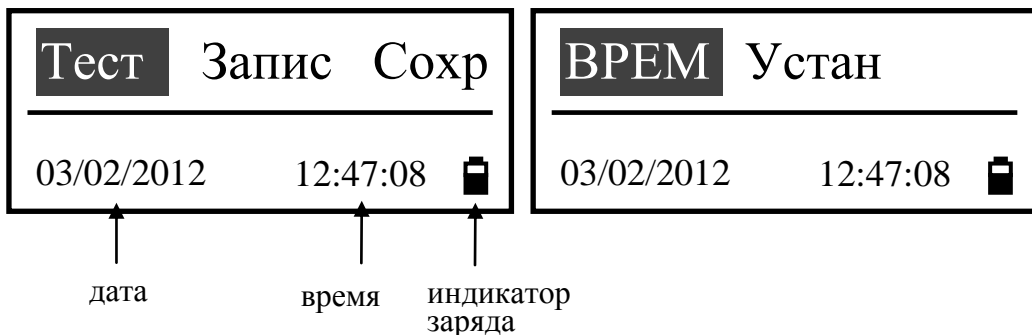

Рисунок 5 – Главное меню анализатора
2.3.2 Вход в главное меню анализатора производится одновременным нажатием 2-х кнопок: кнопки включения/выключения и кнопки перемещения вправо, удерживая их до звукового сигнала (около 3 секунд). На дисплее появится главное меню из 5-ти пунктов (рисунок 5).